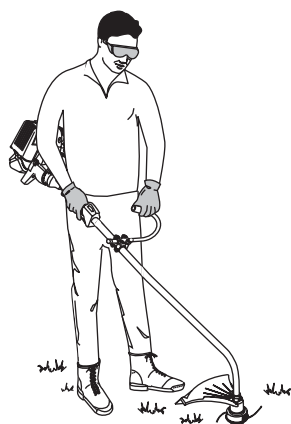

Figure 2
6. Mientras sostiene la unidad en posición de operación (Fig. 2), coloque la manija en J en la posición que le brinde el mejor agarre.